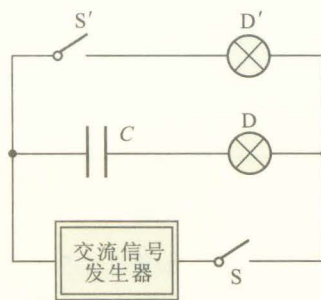

图2-4-4
1. 如图2-4-4所示, 把电容器 C 和小灯泡 D 串联, 再与另一完全相同的小灯泡 D' 并联, 用交流信号发生器作电源。交流信号发生器可以输出不同频率、不同电压的正弦交流信号。闭合开关 S 和 S' , 可以观察到小灯泡 D 和 D' 的发光有何不同? 为什么?